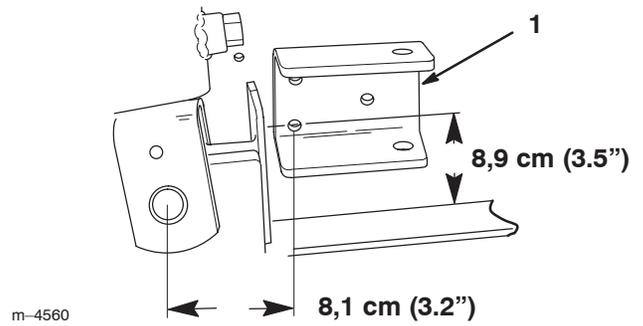

Figura 4
4. Alinee la ménsula de la barra lateral tal como se ilustra en la Figura 4 y marque los centros de los tres agujeros (podría ser necesario ajustar ligeramente la posición de la ménsula de forma que ésta y la placa de refuerzo no interfieran con las soldaduras de la unidad de tracción).